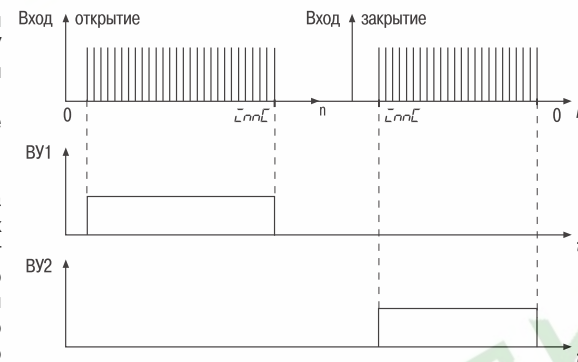

Рис. 9
3.2.9.1.3. При $PrES = 2$ концевые положения определяются по достижении значения счетчика, равного значению параметра L_{nnL} (рис.9).